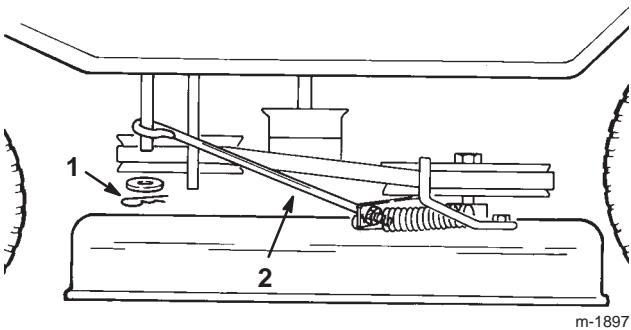

Figure 39
17. Montez et fixez la tige de commande des lames sur le bras de commande à l'aide de la rondelle et de la goupille fendue (Fig. 39).